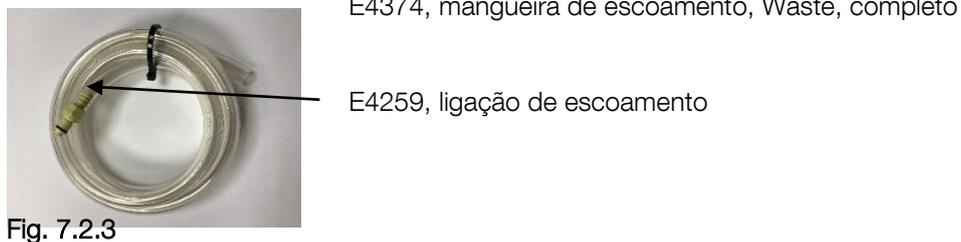

Fig. 7.2.3
- 1 mangueira de escoamento (Ø 14,3 mm) com união, E4374, fig. 7.2.3